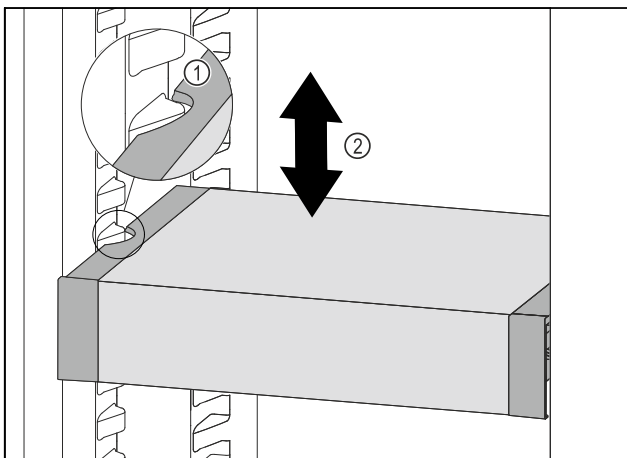

Fig. 99
- ▶ VarioSafe nach vorne ziehen, bis sich die seitlichen Aussparungen des VarioSafes auf Höhe der Behälterrippe im Kühlteil befinden. *Fig. 99 (1)*
- ▶ VarioSafe im Kühlteil nach oben oder unten bewegen, bis gewünschte Höhe erreicht ist. *Fig. 99 (2)*